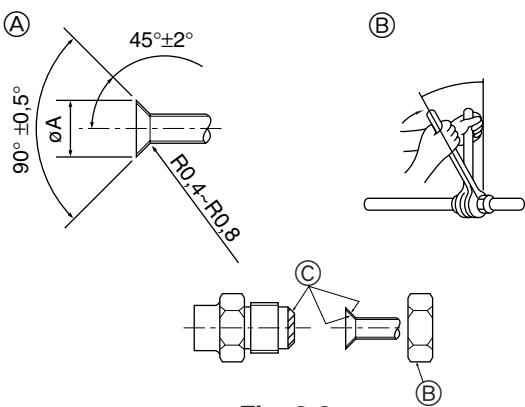

Fig. 3-2
- (A) Auslaufrohr
- (B) Decke
- (C) Gitter
- (D) Kältemittelrohr (flüssig)
- (E) Kältemittelrohr (gasförmig)
- (F) Einlaß für Wasserzufluhr
- (G) Hauptanlage
3.2. Rohranschlüsse (Fig. 3-2)
- (A) Abmessungen der Aufweitungsschnitte